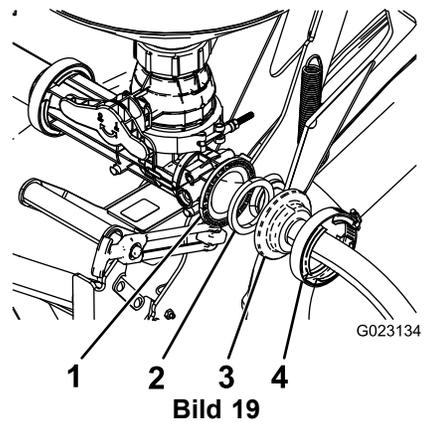

Bild 19
- 4. Befestigen Sie das Ende des Zulaufschlauchs ohne Schott mit einer Dichtung und einer Wurmschraubenklemme an der hinteren Öffnung des Ejektorventils (Bild 19).